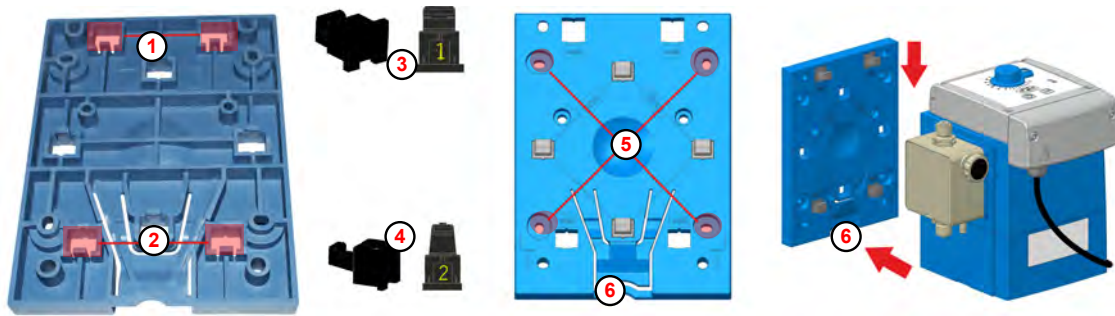

Fig. 5: Preparaciones para el montaje en pared
En la parte inferior de la placa de montaje, las aberturas para el montaje en Montaje en pared ( Fig. 5 , ① o ② ) están marcadas con el número 2.